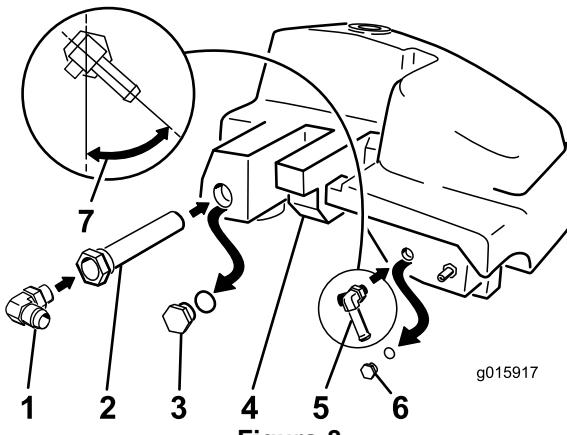

Figura 8
4. Montate il raccordo a T a 90° piccolo con terminazione a resca nel punto da cui è stato rimosso il tappo piccolo (Figura 8).